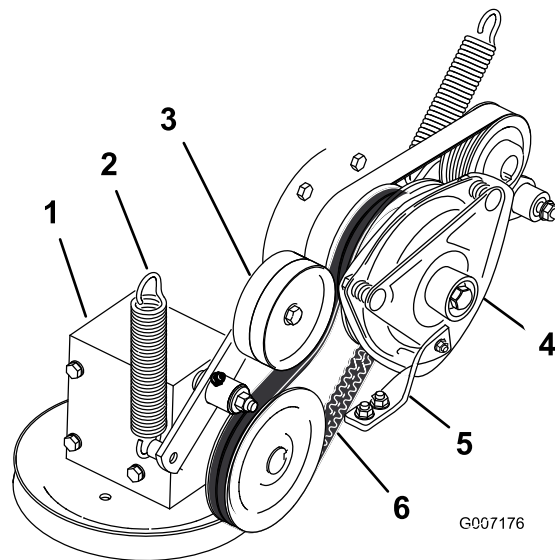

Figure 70
7. Montez la nouvelle courroie d'entraînement de PDF autour de la poulie d'embrayage et de la poulie du boîtier d'engrenages (Figure 70).
9. Raccrochez le ressort au bras de la poulie de tension (Figure 70).
4. Décrochez le ressort du bras de la poulie de tension (Figure 70).